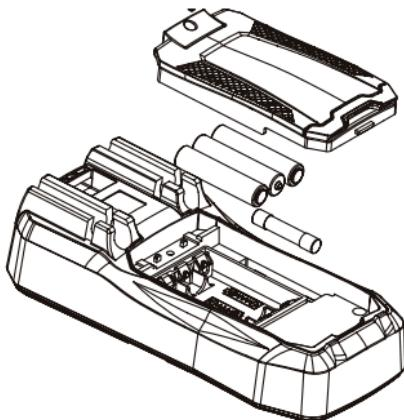

Рис. 9 Замена батареи и предохранителей
8. Замена батареи и предохранителей (см. рис. 9)